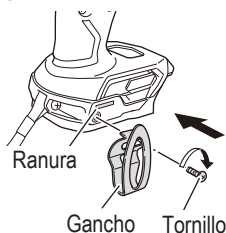

Fig. 14
- (2) Colocación del gancho y ajuste de los tornillos. Instale el gancho en la ranura de la herramienta de alimentación eléctrica de forma segura y apriete los tornillos de manera que el gancho quede firmemente sujeto. (Fig. 14)